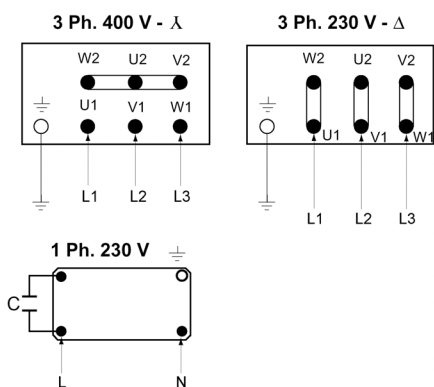

Fig. 3: Alimentation réseau
- Alimentation réseau, voir aussi la Fig. 3.